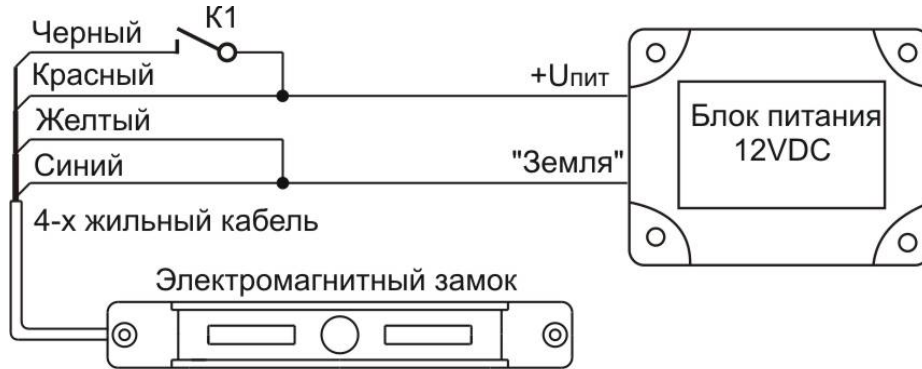
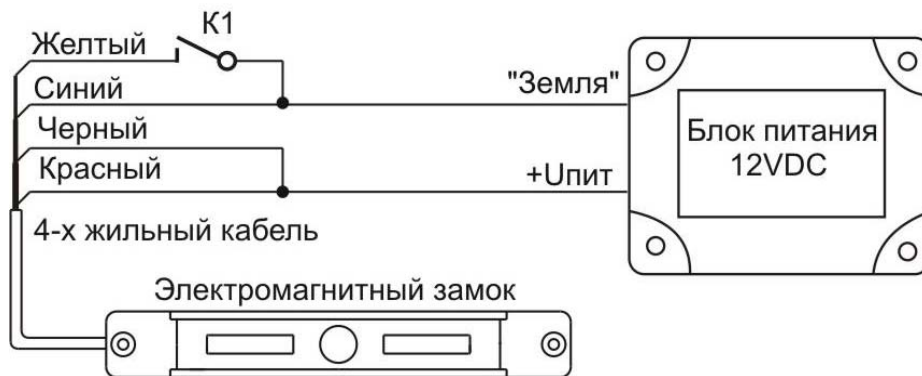

Рис. 9
Рис. 10
- 5.8 Схема подключения ЗАМКА при управлении по “+12В” показана на рис. 9. Схема подключения ЗАМКА при управлении по “земле” показана на рис. 10. При замыкании контакта управления замком К1 замок разблокируется.